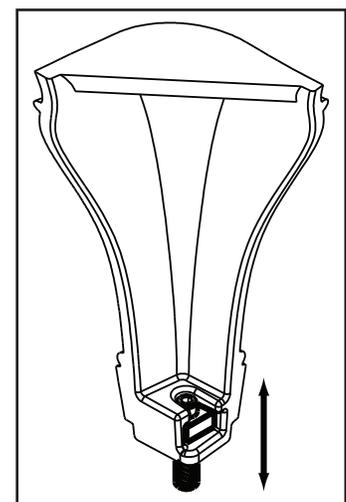

Figure 21.4
10. Utilisez une clé Allen pour ajuster les pieds à la hausse ou à la baisse (**Figure 21.4**).